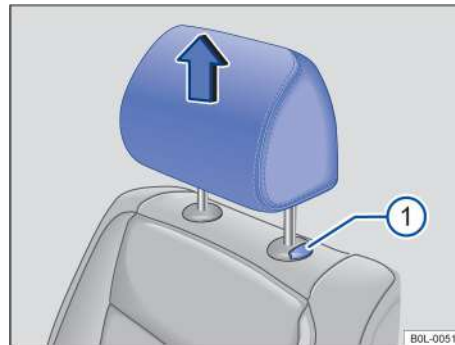

Рисунок 57. Подголовник переднего сиденья: снятие
- Нажмите и удерживайте кнопку → Рисунок 57 Ⓛ полностью вытянув подголовник.
- Нажмите и удерживайте кнопку → Рисунок 57 Ⓛ и опустите подголовник.